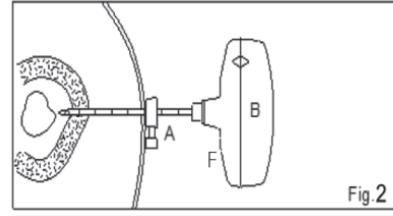

Fig. 2
FIG. 2 Faire progresser la jauge de profondeur jusqu'au contact avec la peau, puis la retirer selon la profondeur souhaitée et serrer, en utilisant les repères de centimètre sur la canule coupante (A) comme guides visuels. En exerçant des mouvements rotatifs prudentes, mais fermes, faire pivoter la canule coupante, le stylet et la poignée (A+B+F) dans le sens horaire jusqu'à ce que la jauge de profondeur atteigne la peau et/ou la position souhaitée.